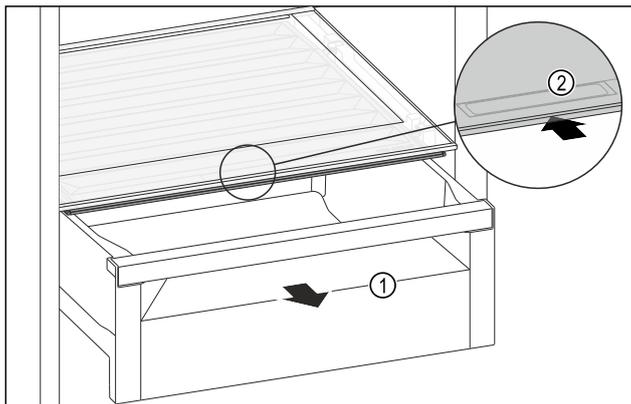

Fig. 140
- ▶ Schubfach Fig. 140 (1) herausziehen.
- ▶ Griffmulde Fig. 140 (2) am Fachdeckel anfassen und Fachdeckel gleichzeitig nach hinten schieben.